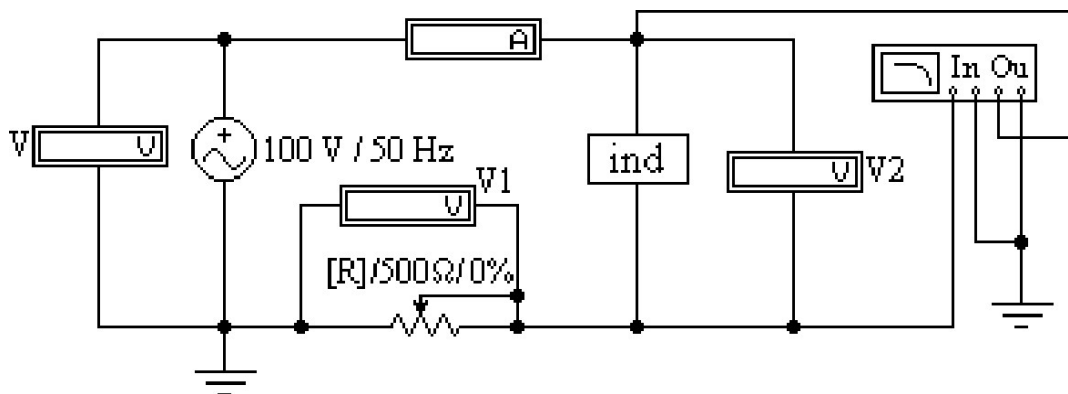

Рис. 3.5
Схема, показанная на рис. 3.5, питается от источника синусоидального напряжения с частотой 50 Гц и действующим значением напряжения 100 В. Катушка индуктивности в схеме, представлена блоком, который нужно выбрать в поле компонентов *Favorites* из набора $\text{ind1} \div \text{ind10}$ в соответствии с вариантом. Когда сопротивление реостата R_1 равно нулю, по показаниям приборов можно вычислить параметры схемы замещения катушки R и L .
2.1. Открыть файл *LW3b* и извлечь из поля компонентов *Favorites* подсхему *ind*, соответствующую номеру своего варианта. Собрать остальную часть схемы, показанной на рис. 3.5.